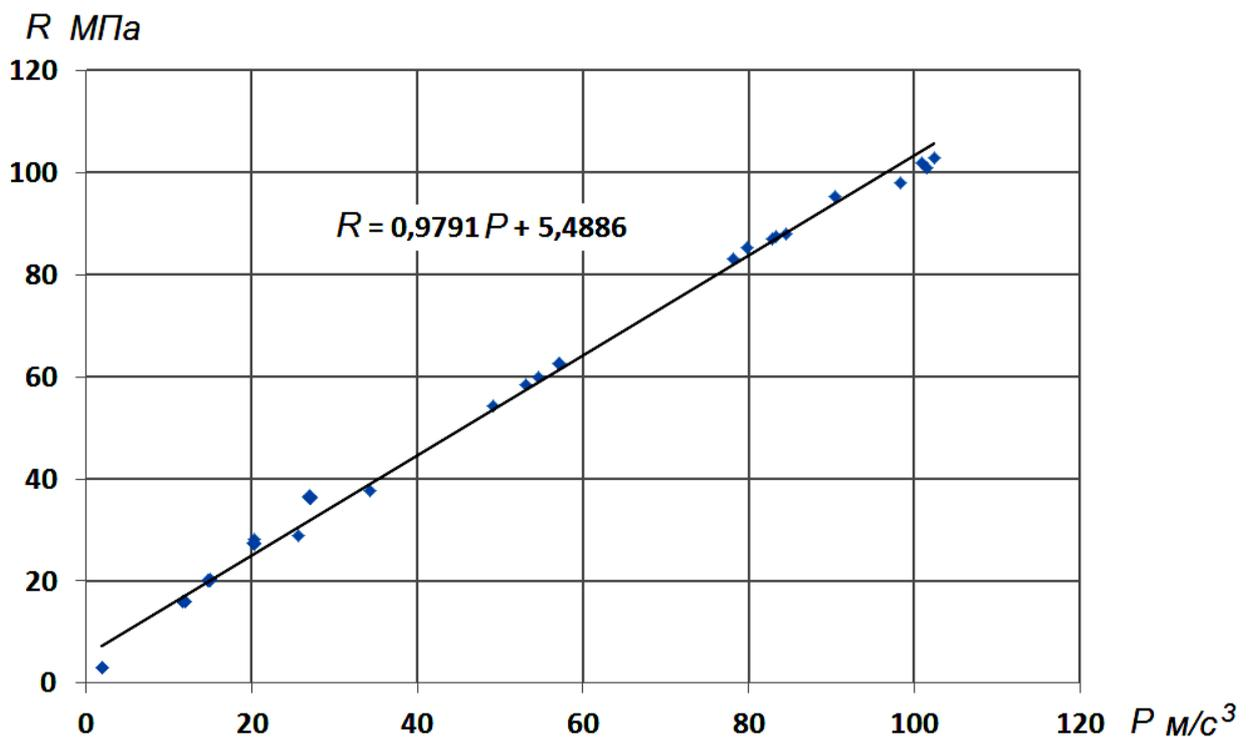

Рисунок 1 – Построение линейной градуировочной зависимости между параметром  $P$  и прочностью бетона  $R$
$N$  – число серий (или отдельных образцов), использовавшихся для построения градуировочной зависимости. После построения градуировочной зависимости (см. рисунок 1) по формуле (2) производят ее корректировку путем отбраковки единичных результатов испытаний, не удовлетворяющих условию: